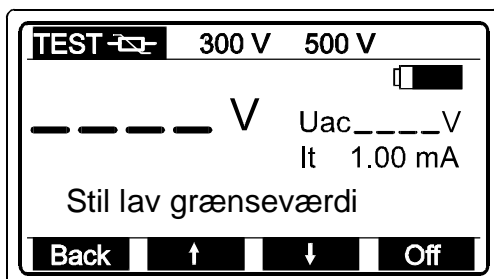

Fig. 76. Grænseværdi menu
- ◆ Tryk på **Llim** (F1) knap for at komme til "Stil lav grænseværdi" se fig. 76.